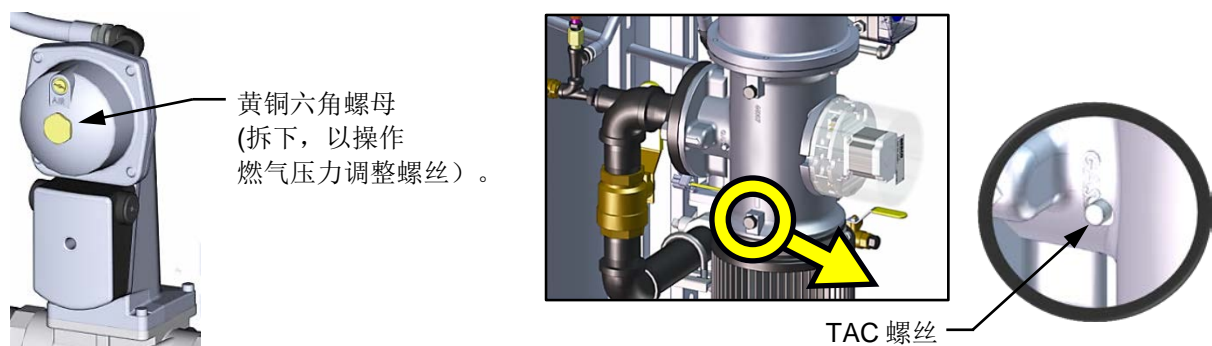

图 4-3: 燃气压力调整螺丝和TAC螺丝位置
14. 接下来，根据您正在校准的机型，验证 SSOV 下游燃气压力是否在表 4-1 的范围内。如果需要调整燃气压力，请卸下 SSOV 执行器上的黄铜六角螺母，以操作燃气压力调节螺钉 (图 4-3)。用平头螺丝刀调整燃气压力，使其达到表 4-1 规定的范围。
26. 当阀门位置为 100% 时，如果在调节风机电压后，氧气含量不在要求的公差范围内，则必须使用 SSOV 上的燃气压力调节螺丝调节 SSOV 下游侧的燃气压力（图 4-3）。以 1/4 圈的增量缓慢旋转螺丝，调整燃气压力，顺时针旋转，减少氧气水平，或逆时针旋转，提高氧气含量。每次调整后，等待燃烧分析仪稳定。
30. 如果 18% 阀位的氧气含量过高而风机电压处于最小值，则可以调整空气/燃料阀顶部的 TAC 螺丝（请参阅图 4-3）。**顺时针 (CW) 旋转螺丝 1/2 圈以增加燃料，并将氧气含量降低到指定水平。**调节 TAC 螺丝后，必须从 50% 至最低阀位重新进行校准。